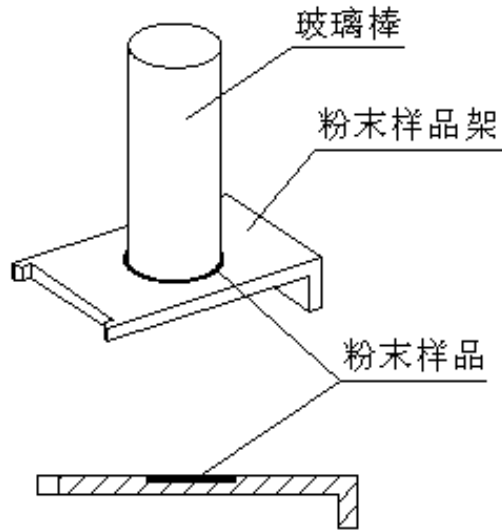

图 5.2 压装粉末样品
5.2.5 对于粉末样品，用玻璃棒将它们压制到粉末样品架上（配件 3），并且压制的粉末要完全充满整个样品槽内（如图 5.2）。